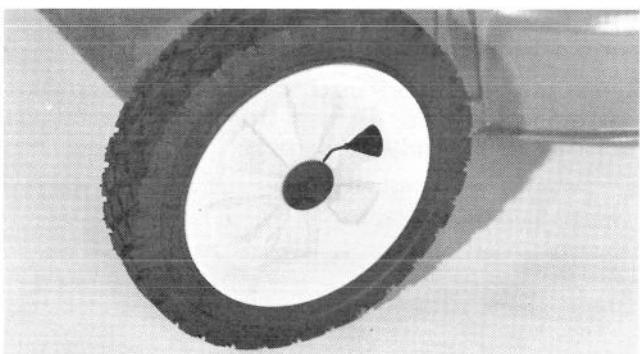

Figure 17
1. Après toutes les 25 heures d'utilisation ou à la fin de la saison de tonte, appliquez 2 ou 3 gouttes d'huile légère sur l'intérieur de tous les boulons de roue (Fig. 17). Faites tourner la roue pour répandre l'huile dans les coussinets de la roue. Essuyez tout excès d'huile.